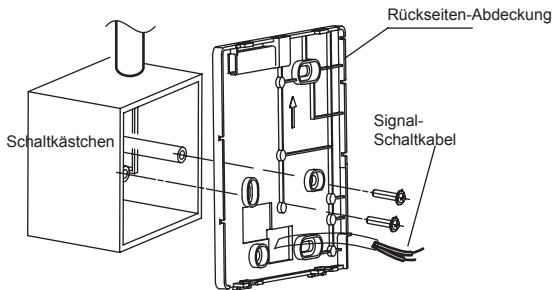

Abb. 5
2.3.4 Regulieren Sie die Länge der beiden mitgelieferten Kunststoffschrauben so, dass zwischen der Anschraubplatte des Schaltkästchens und der Wand ein gleichmäßiger Abstand gegeben ist. Vergewissern Sie sich, dass diese Platte beim Anbringen am Schaltkästchen flach an der Wand anliegt (Abb. 5).